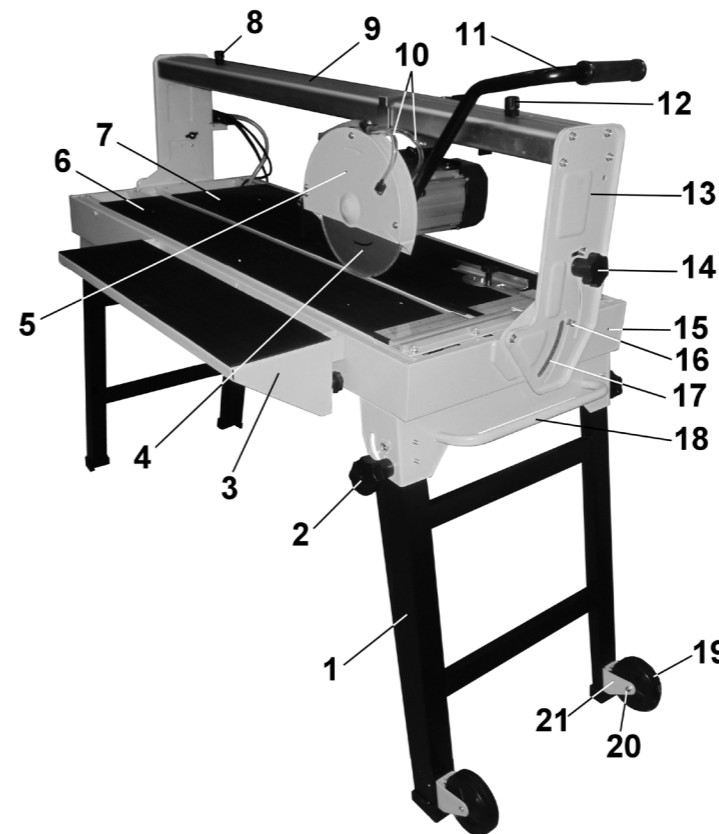
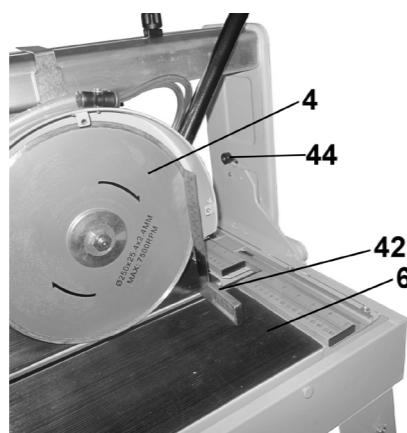

Рис. 2
Рис.12
## 13. ТЕХНИЧЕСКОЕ ОБСЛУЖИВАНИЕ (Рис. 2,3)
## 7. УСТРОЙСТВО Рис. 2,3
## 8. ТРАНСПОРТНОЕ ПОЛОЖЕНИЕ (Рис. 2)
## 9.2. Сборка плиткореза (Рис.2)
9.2.5. С внутренней стороны защитного кожуха (5) выкрутите два болта, установите и закрепите болтами ручку плиткореза (11), Рис.2,8.
### 10.1. Регулировка угла резания (Рис. 2, 3, 9, 11)
10.2.1. Ослабьте положение двух винтов фиксации (14). Установите отрезной диск (4) в вертикальное положение на отметку 0° по шкале (17) и указателю (16), Рис. 2. Снимите крышку (43) защитного кожуха (5), п.12.2. Как показано на Рис.12, проверьте угол 90° положения отрезного диска (4) относительно рабочего стола (6); при необходимости произведите корректировку положения указателя (16). Для удобства в работе при изменении угла наклона отрезного диска (4) отрегулируйте положение двух ограничителей (44) в положении отрезного диска (4) под углом 90° относительно рабочего стола (6).
### 10.3. Регулировка ограничения хода отрезного диска (Рис. 2, 8)
### 11.1. Принцип работы (Рис. 2,3)
### 11.2. Подготовка к работе (Рис. 2, 3, 8)
### 11.3. Выполнение работы (Рис. 2, 3, 8)